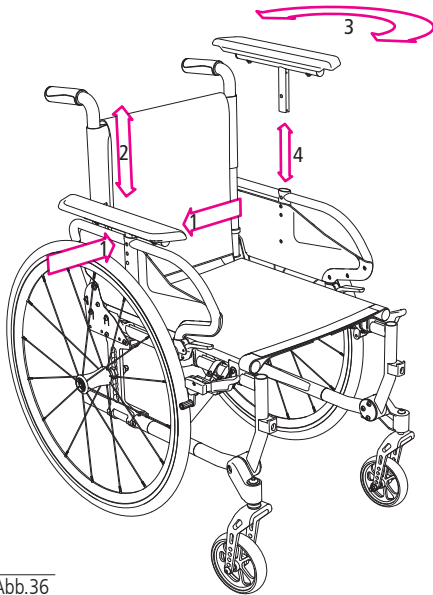

Abb.36
1. Um die Höhe zu verstellen, lösen Sie die Schrauben (1, Abb. 36).
2. Bringen Sie dann die Armauflage in die gewünschte Position und Höhe (2, Abb. 36).
3. Um die Länge (Desk oder Long) zu wählen, entnehmen Sie die Armauflage komplett, drehen sie um 180° (3, Abb. 36) und stecken sie anschließend auf der gegenüberliegenden Seite wieder ein (4, Abb. 36).
4. Setzen Sie die Schraube wieder ein und ziehen Sie sie fest (1, Abb. 36).